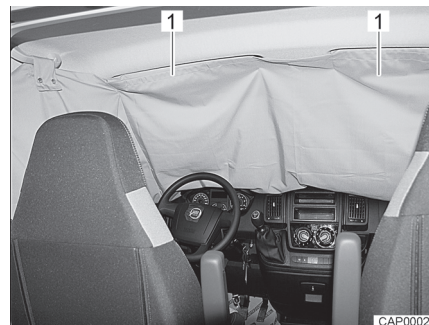

Fig. 15 Oscurante per cabina di guida sul parabrezza
- Fare scorrere le custodie (Fig. 15,1) dell'oscurante per cabina di guida sopra a entrambi i parasole.